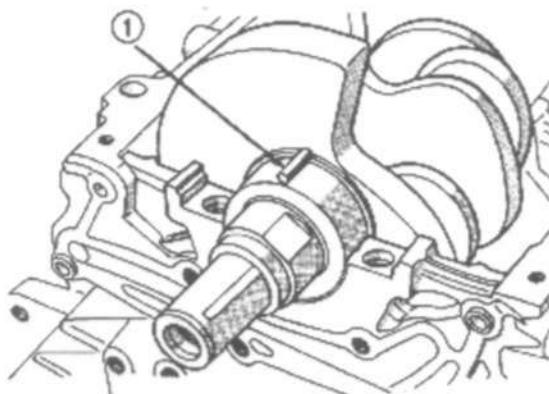

Рис. 4 Помещение PLASTIGAGE в нижний вкладыш: типовое расположение
- (1) Удалить масло с проверяемых поверхностей. Масло может разъесть инструмент PLASTIGAGE.
- (2) Поместить часть PLASTIGAGE поперек ширины вкладыша подшипника, примерно на 6 мм от центра и на удалении от отверстий подачи масла (Рис. 4). (дополнительно можно проверить подозрительные участки, поместив на них PLASTIGAGE). Затянуть болты крышки соответствующего подшипника заданным моментом.